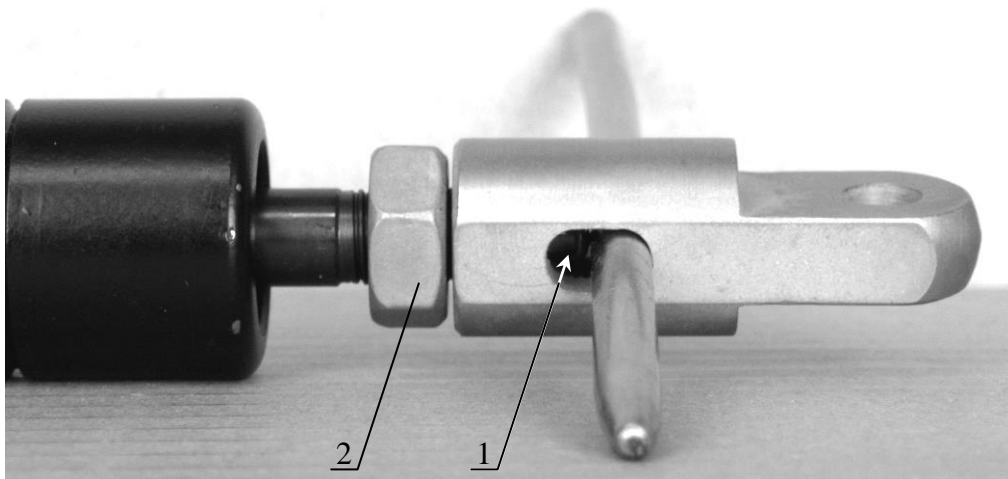

Рисунок 17 Регулировка газовых пружин.
12.5.2 Вставьте пруток $\varnothing 5$ в паз головки (Рисунок 17) и вверните головку до соприкосновения с фиксатором пружины 1, затяните гайку 2.